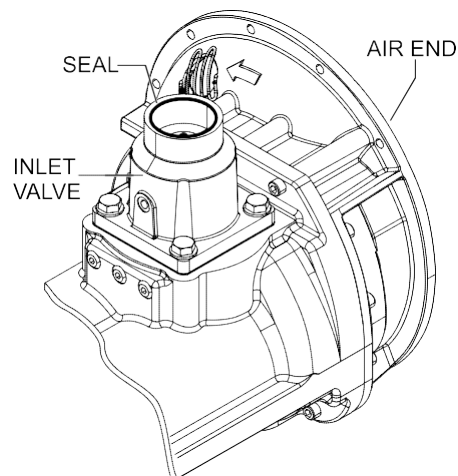

Рис. 38. Уплотнение впускного клапана
1. Осмотрите уплотнение впускного клапана (Рисунок 38) на предмет износа или деформации.